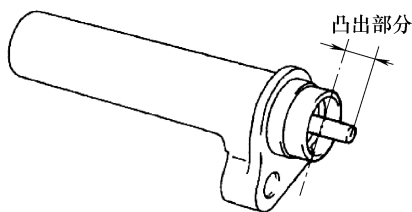

图 1-22 检查推杆凸出部分
① 切勿握住张紧器推杆使其朝下。
② 如果推杆移动,则更换正时带张紧器。
3) 从壳端测量推杆的凸出部分,见图 1-22。